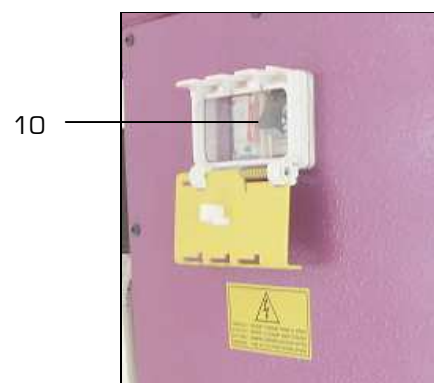

Figure 4
- Appuyer sur le bouton « STOP » du disjoncteur (10 fig.4).
- Allumer la machine avec le bouton « START » du disjoncteur (10 fig.4).
- Eteindre la machine avec le bouton « STOP » du disjoncteur (10 fig.4).